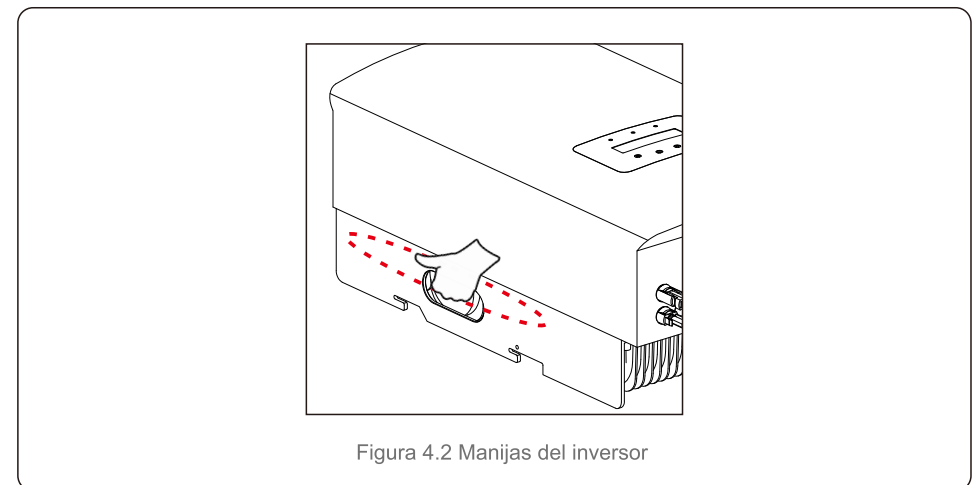

Figura 4.2 Manijas del inversor
2. Abra la caja y manipule ambos lados del inversor por la zona señalada con una línea de puntos (véase la figura 4.2).